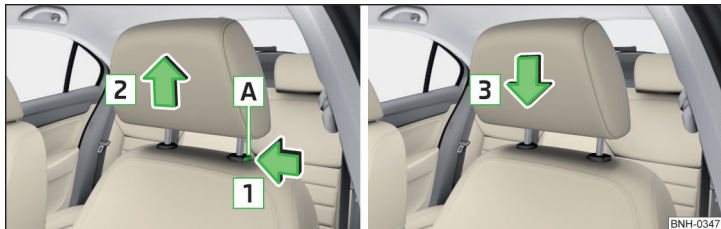

Fig. 71 Scoaterea/introducerea tetierei din față
- » Pentru **scoatere**, mențineți tasta de siguranță **A** în sensul săgeții **1** și scoateți tetiera în sensul săgeții **2** » fig. 71.